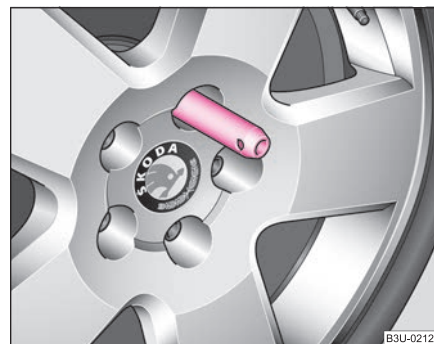

Fig. 197 Cambio de rueda: pasador de montaje
- Enrosque el pasador de montaje (herramienta de a bordo) en el orificio que ha quedado libre ⇒ **página 263, fig. 197.**